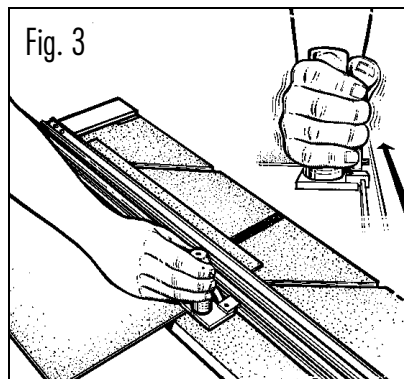

Fig. 3
- 4 Cut matboard. (Fig. 3)
- 4 Corte la cartulina. (Fig. 3)
- 3 Coloque la cartulina con la cara superior por debajo del riel-guía y contra la guía de cartulinas (Fig. 3).